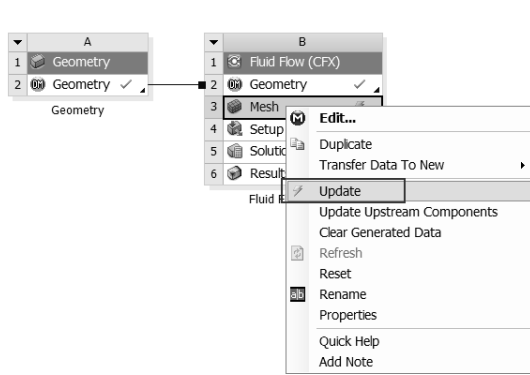

图 17-57 数据更新
Step1: 返回 Workbench 主界面, 右击如图 17-57 所示的 B3 (Mesh) 栏, 在弹出的快捷菜单中选择 Update 命令。